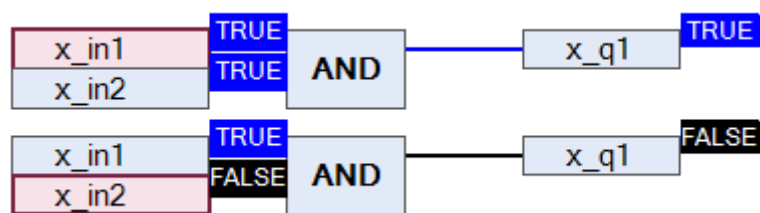

Рисунок 2.11 – Логическое «И»
**Логическое «И».** Логическое «И» представлено элементом «AND». В своей структуре имеет два входа и один выход (рис. 2.11). Логика работы элемента представлена в таблице 2.1.